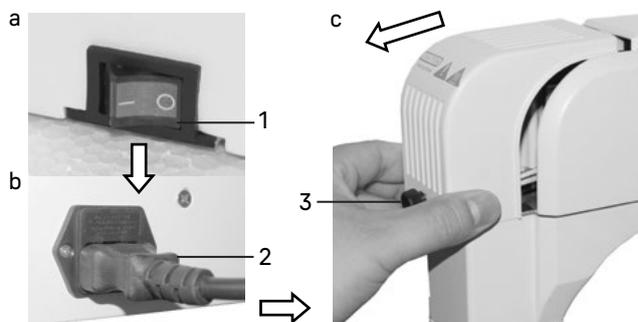

Рис. 22. Замена лампы
- Выньте шнур питания 2 из гнезда. Ослабьте винт 3, снимите крышку фонаря лампы в направлении, указанном стрелкой на рис. 22с. Выньте неисправную лампу и замените ее новой. Закройте крышку, закрепите винтом.